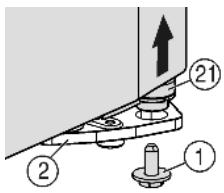
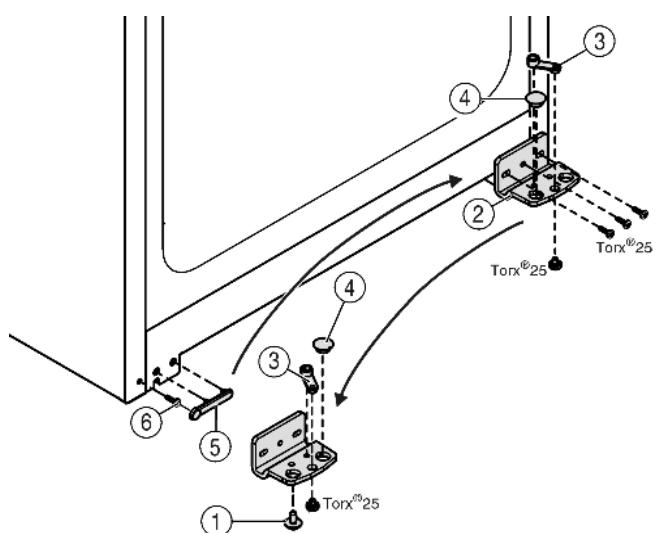

Fig. 4
Fig. 5
- Внизу справа на опорном кронштейне выкрутите фиксирующий винт Fig. 4 (1).
- ▷ Опорный палец Fig. 4 (21) можно извлечь из опорного кронштейна Fig. 5 (2).
- Сли установочный винт Fig. 4 (21) не откручивается, его можно вынуть, нажав на него снизу.
- Открутите опорный кронштейн Fig. 5 (2).
- Открутите опорную деталь Fig. 5 (3) и, переставив в отверстие на противоположной стороне опорного кронштейна, снова прикрутите.
- Извлеките заглушку Fig. 5 (4) из опорного кронштейна и переставьте ее в отверстие на противоположной стороне опорного кронштейна.
- Осторожно снимите крышку со стороны ручки Fig. 5 (5).
- Выкрутите болт Fig. 5 (6) и вкрутите на противоположной стороне.
- Снова установите крышку Fig. 5 (5).
- Снова прикрутите опорный кронштейн Fig. 5 (2) на новой стороне шарнира (**с моментом 4 Нм**). При необходимости используйте аккумуляторный шуруповерт.
- Вкрутите фиксирующий винт Fig. 4 (1) внизу в опорный палец и затяните (**с моментом 4 Нм**).